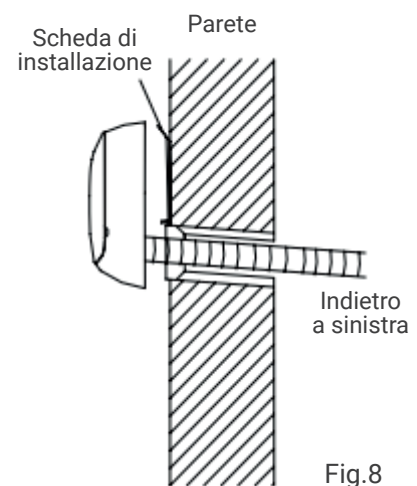

Fig.8
- Montare l'unità interna sui due ganci nella parte superiore della piastra di installazione. (Vedi Fig.8)